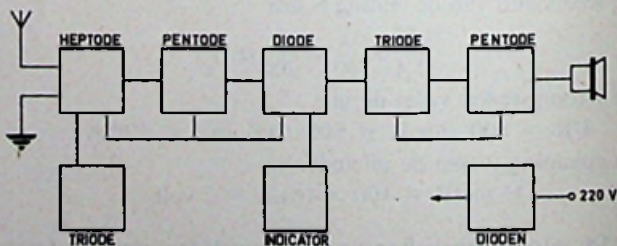

FIG. 6
① Fig. 6 geeft het blokschema van een AM-middengolf omroepontvanger weer. De ontvanger is afgestemd op een golflengte van 200 meter , de middenfrequentie bedraagt 450 kHz .